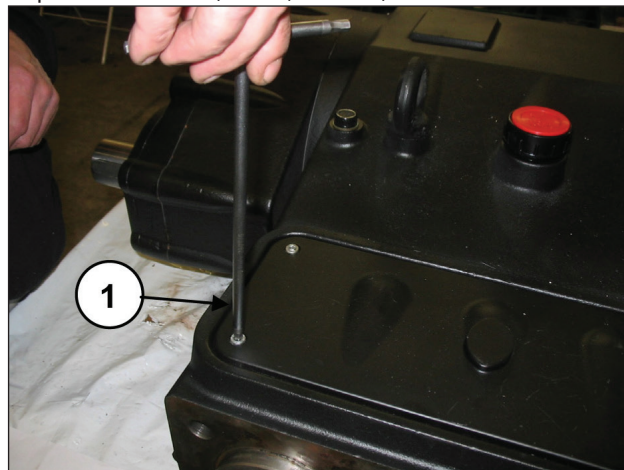

Рис. 157
Снимите верхнюю смотровую крышку, открутив 4 крепежных винта (поз. ①, Рис. 157).